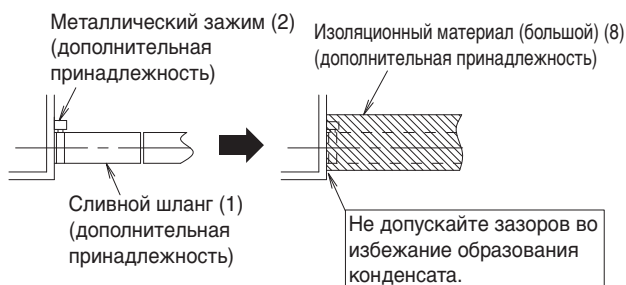
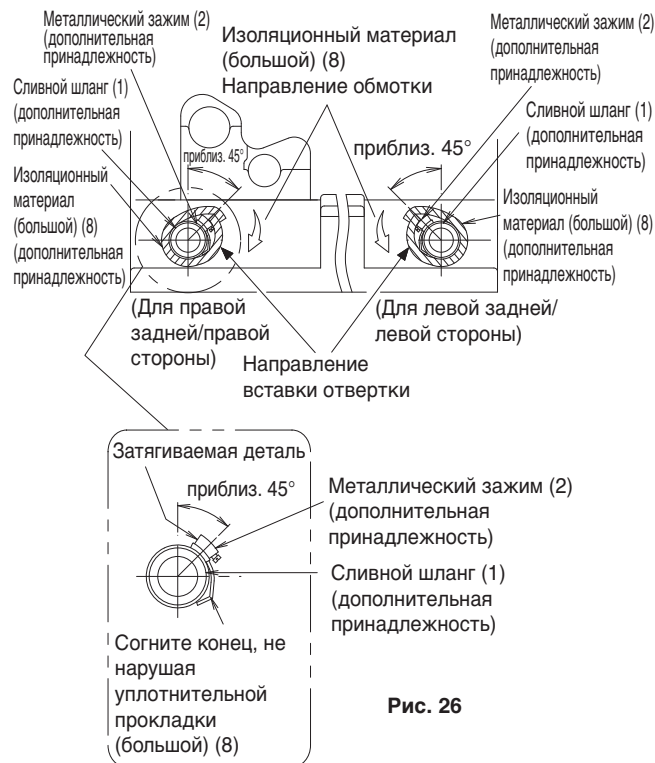

Рис. 25
Рис. 26
- Следует использовать сливной шланг (1) и металлический зажим (2), имеющиеся в комплекте. Также вставьте сливной шланг (1) в основание дренажного гнезда и плотно закрепите его металлическим зажимом (2). (См. рис. 25 и рис. 26)
(Устанавливайте металлический зажим (2) таким образом, чтобы место соединения зажима находилось под углом 45°, как показано на рис. 26.) (Запрещается закреплять сливной шланг на дренажном гнезде. В противном случае техническое обслуживание и осмотр теплообменника и других компонентов будет невозможно.)
- Загните конец металлического зажима (2), чтобы изоляционный материал не образовывал выпуклость. (См. рис. 26)
- При выполнении изоляции наматывайте имеющийся в комплекте изоляционный материал (большой) (8) от металлического зажима (2) и сливного шланга (1) в направлении, указанном стрелкой. (См. рис. 25 и 26.)